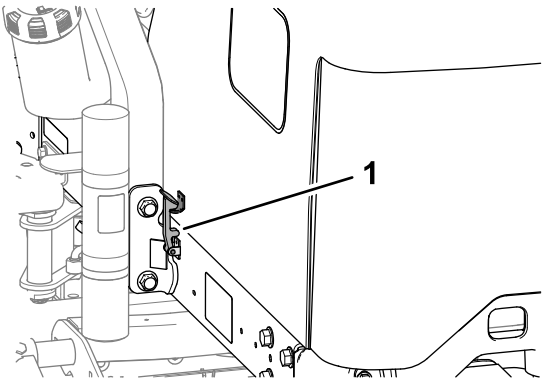

Figure 43
- 2. Faites pivoter le capot vers le haut et l'arrière (Figure 43).